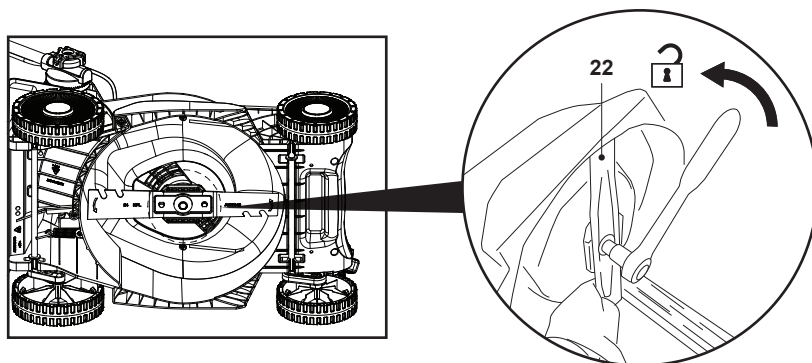

Fig. 21
NOTA: Se, em vez de uma chave de impacto elétrica, for utilizada uma chave de ferramentas manual ou uma chave inglesa, a lâmina de corte (22) deve ser impedida de rodar enquanto desaperta o parafuso. Use luvas resistentes e segure a lâmina com firmeza. Use uma peça de madeira com um tamanho adequado para bloquear a rotação da lâmina, se necessário (Fig. 21).